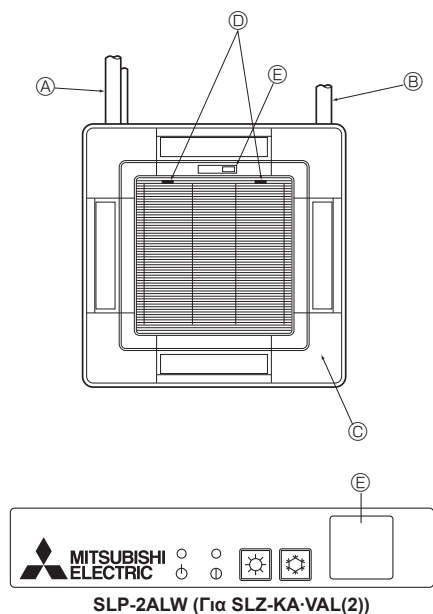

Fig. 8-11
8.5. Τοποθέτηση της περσίδας εισόδου (Fig. 8-11)